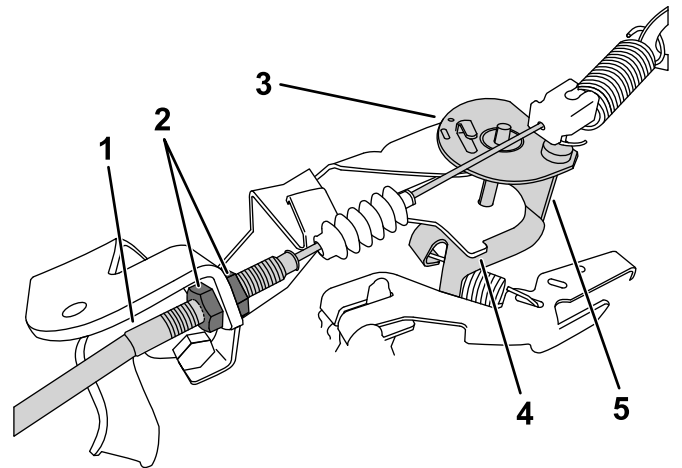

Bild 35
3. Lösen Sie die vordere Klemmmutter am Bowdenzug und ziehen Sie die hintere Klemmmutter an, um den niedrigen Leerlauf zu erhöhen (Bild 35).